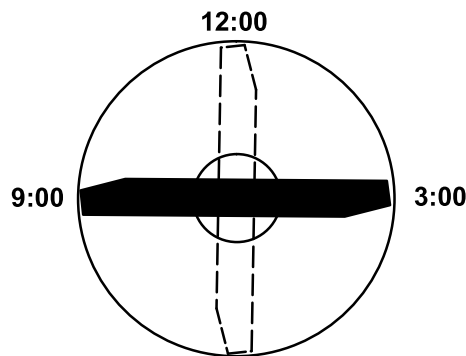

图72
4. 将刀片带标记一端的刀刃放在 12 点钟位置剪草方向的正前方 (图72) 并测量从桌面到刀片刀刃的高度。
5. 将刀片的标记端旋转至 3 点钟和 9 点钟位置 (图72) 并测量高度。